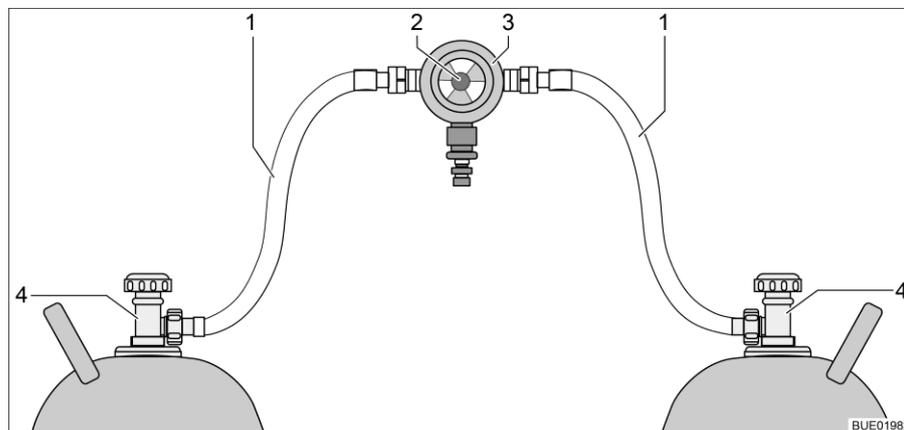
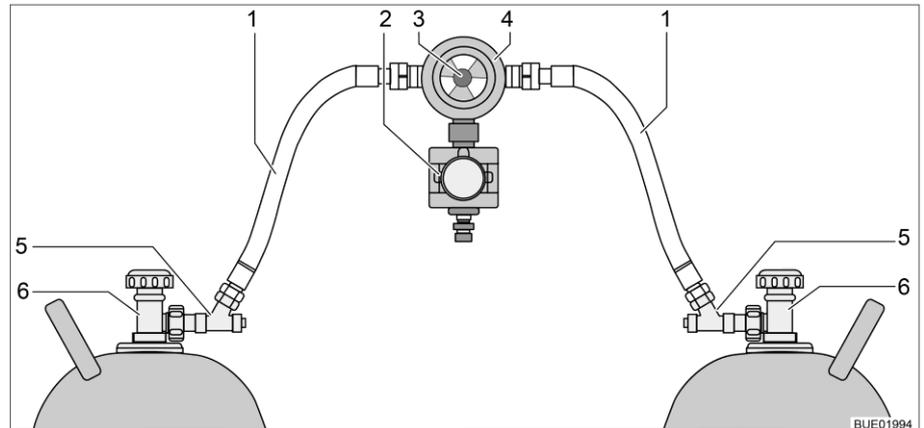

Fig. 111 Impianto di commutazione per bombole del gas
Fig. 112 Impianto di commutazione per bombole del gas con CPU
L'impianto di commutazione per bombole del gas è formato da un regolatore di pressione del gas combinato con valvola di commutazione e indicazione (Fig. 111,3). L'impianto di commutazione per bombole del gas è montato tra i due tubi del gas (Fig. 111,1).
L'impianto di commutazione per bombole del gas è formato da un regolatore di pressione del gas combinato con valvola di commutazione e indicazione (Fig. 112,4) e una elettrovalvola (Fig. 112,2). In caso di frenata brusca, incidente o inclinazione straordinaria, l'elettrovalvola blocca l'alimentazione del gas al veicolo. L'impianto di commutazione per bombole del gas è montato tra i due tubi del gas (Fig. 112,1) con dispositivi antirottura del tubo flessibile (Fig. 112,5).
L'impianto di commutazione per bombole del gas garantisce una pressione del gas costante, indipendentemente da quale bombola provenga l'alimentazione del gas. L'indicatore nella valvola di commutazione indica il livello di riempimento della bombola in uso. Se l'indicatore è verde, il rifornimento di gas viene fatto dalla bombola in uso. Quando l'indicatore è rosso, la bombola in uso è vuota. Il rifornimento di gas avviene poi tramite la bombola di riserva. Con la manopola (Fig. 111,2 o Fig. 112,3) sull'impianto di commutazione per bombole del gas è possibile stabilire quale delle bombole del gas viene utilizzata come bombola in uso e quale come bombola di riserva.
Sulla centralina di controllo (Fig. 113) possono venire azionate solo le funzioni elettriche. Le valvole principali di arresto delle bombole del gas (Fig. 111,4 o Fig. 112,6) devono essere aperte manualmente.
- Aprire le valvole principali di arresto delle bombole del gas (Fig. 111,4 o Fig. 112,6).
- Premere i dispositivi antirottura del tubo flessibile (Fig. 112,5) uno dopo l'altro per 10 secondi.
- Con la manopola (Fig. 111,2 o Fig. 112,3) sull'impianto di commutazione selezionare la bombola del gas, da cui deve provenire la principale alimentazione del gas (bombola in uso). Girare la manopola fino all'arresto.
- Chiudere le valvole principali di arresto delle bombole del gas (Fig. 111,4 o Fig. 112,6).